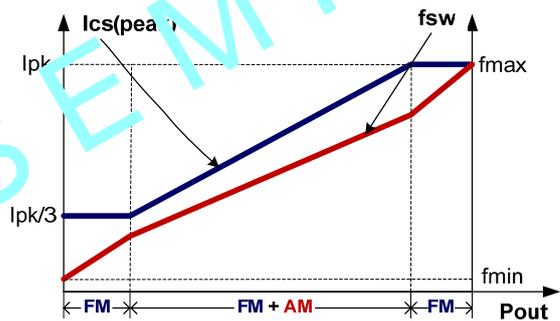

图 4
如图 4 所示, 为了满足严苛的平均效率和待机功耗要求, CHP2513 采用了调幅控制 (AM) 和调频控制 (FM) 结合的多模式控制技术。